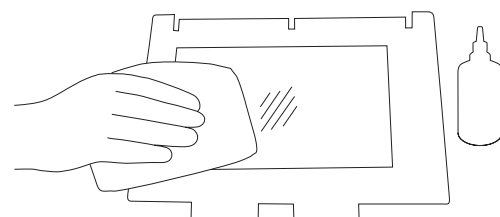

Bild 10. Reinigung des LASERSCHUTZGLASES.
6. Reiben Sie die Glasoberfläche vorsichtig mit einem Baumwolltuch ab, das mit 2% Salicylsäure (Ethanol-Lösung) oder einer anderen Lösung auf Ethanolbasis getränkt ist. Verwenden Sie kein Isopropylalkohol! Achten Sie auf eventuell auf der Oberfläche verbleibende Fasern. Reinigen Sie beide Seiten (Bild 10).